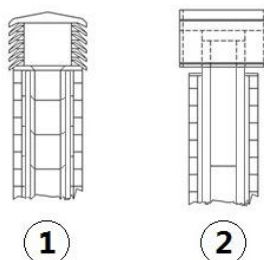

Fig. 6 - Schornstein mit Windschutz
- Es wird ein Schornstein mit Windschutz empfohlen, siehe **Fig. 6 auf S. 9**.